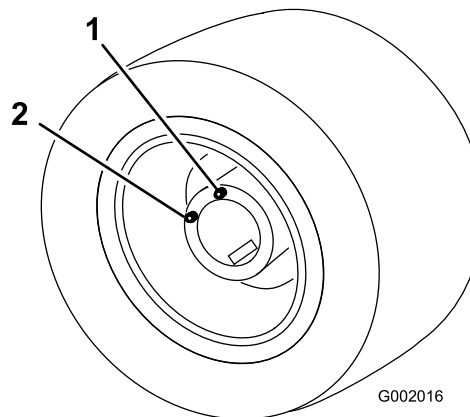

Figura 63
5. Spostate il veicolo lentamente finché la ruota si trova in posizione di riempimento come illustrato nella Figura 63